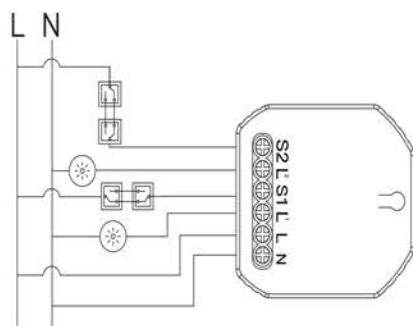

Рисунок 2.2
- с четырьмя проходными выключателями (см. рисунок 2.2);